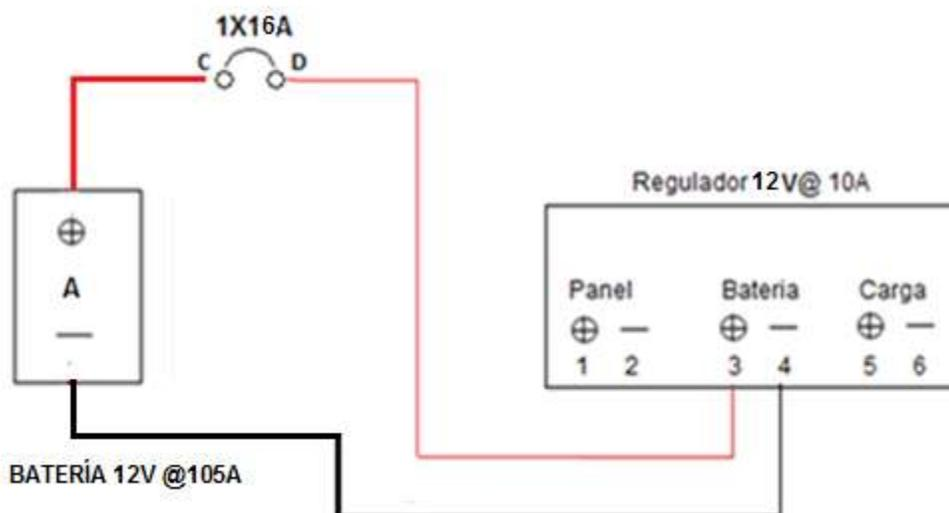

Imagen 1
PASO 1 : Conecte las batería al regulador como se ilustra en la imagen 1.